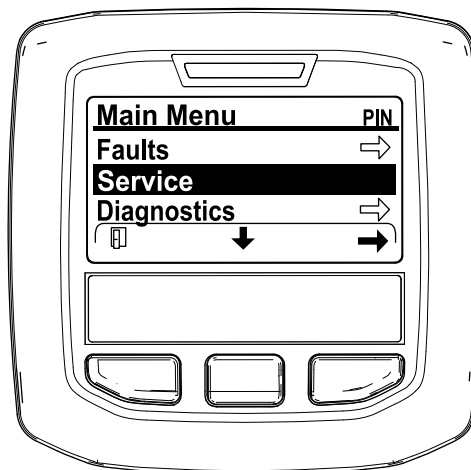

Рисунок 31
2. Перейдите в MAIN MENU (ГЛАВНОЕ МЕНЮ), нажмите среднюю кнопку, чтобы перейти вниз к SERVICE MENU (МЕНЮ ТЕХОБСЛУЖИВАНИЯ), и нажмите правую кнопку, чтобы выбрать опцию SERVICE (ТЕХОБСЛУЖИВАНИЕ) (Рисунок 31).